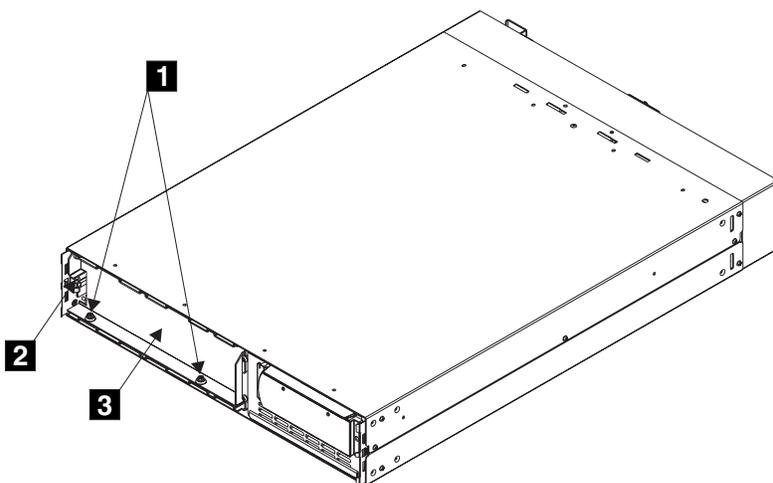

図 119. バッテリー保持ブラケットの取り外し
- c. ブラケットの左側の 2 個のボルト **1** と追加のナット **2** を外し、バッテリー保持ブラケット **3** を取り外します。図 119 を参照してください。